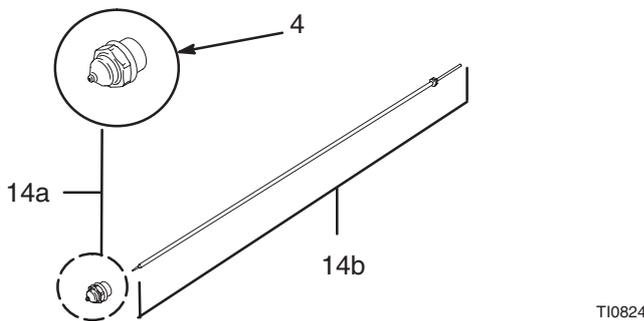

Fig. 9
Los conjuntos de piezas para líquido incluyen una boquilla (14a), una junta tórica (4) y un conjunto de aguja (14b). Vea la Fig. 9.